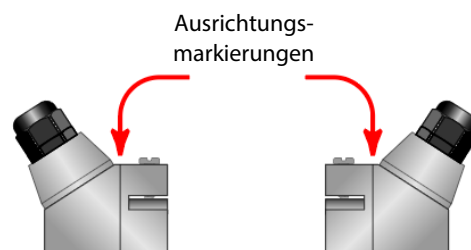

Abbildung 6: Ausrichtungsmarkierungen der Sensoren
2. Richten Sie die Sensoren auf dem Rohr aus, um optimale Zuverlässigkeit und Leistung zu gewährleisten. Messen Sie den Abstand zwischen den beiden Ausrichtungsmarkierungen an den Seiten der Sensoren. Diese Markierungen befinden sich etwa 19 mm hinter der Nase der RZ-, NZ-, YZ- und HZ-Sensoren und 30 mm hinter der Nase der LZ- und YZ-Sensoren. *Siehe Abbildung 6:.*